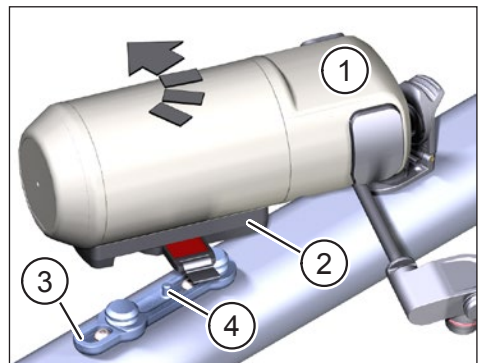

Fig. 4: Gebruik range extender
- Plaats de Range Extender (Pos. 1 in Fig. 4) met de bevestigde FIDLOCK® Force Connector (Pos. 2 in Fig. 4) diagonaal op de FIDLOCK® Bike Base (Pos. 3 in Fig. 4). De pen (Pos. 4 in Fig. 4) op de FIDLOCK® Bike Base moet in de overeenkomstige houder van de FIDLOCK® Force Connector schuiven wanneer deze wordt aangebracht. De magneten ondersteunen u bij het aanbrengen en de range extender zou automatisch op zijn plaats moeten klikken met een hoorbare klik.